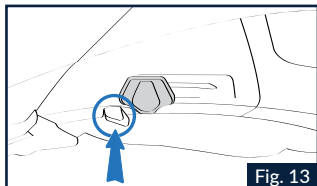

Fig. 13
1.2 Wird das VPS nicht mehr benötigt, wird die Schließaste wie in Abb.13 dargestellt gedrückt, bis das VPS entriegelt wird und automatisch in die Ruheposition zurückkehrt.